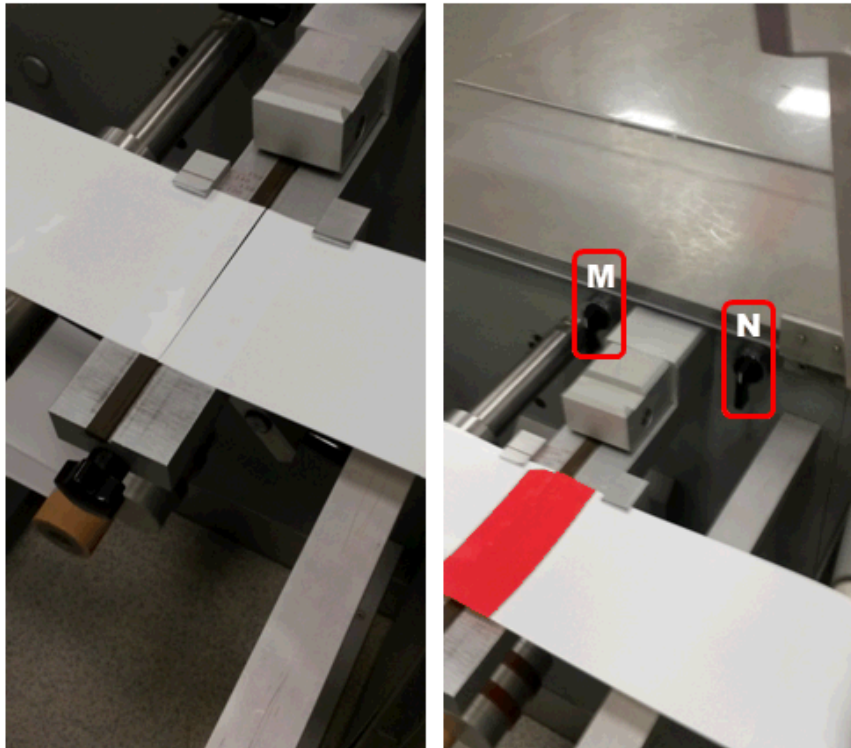

Figura 5
- Aprire il carter e impostare le manopole **M** e **N** (figura 5) in posizione orizzontale.